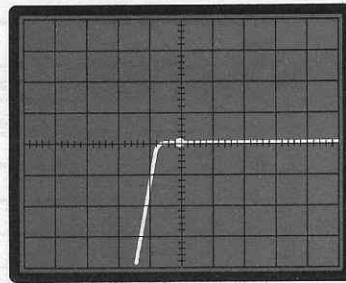

Fig.22 Se vi appare questa figura possono essere invertiti i terminali Base - Elettore, oppure essere scarsa la corrente di Base.
e) Se appare una traccia come visibile in fig.22, potrebbero essere invertiti i terminali BASE ed EMETTITORE, però, prima di correggere tale errore, provate ad aumentare la corrente di Base portandola dagli attuali 10 microamper a 20 o 50 microamper, condizione che otterrete facilmente premendo il secondo e terzo pulsante di destra con indicato x2 e x5.